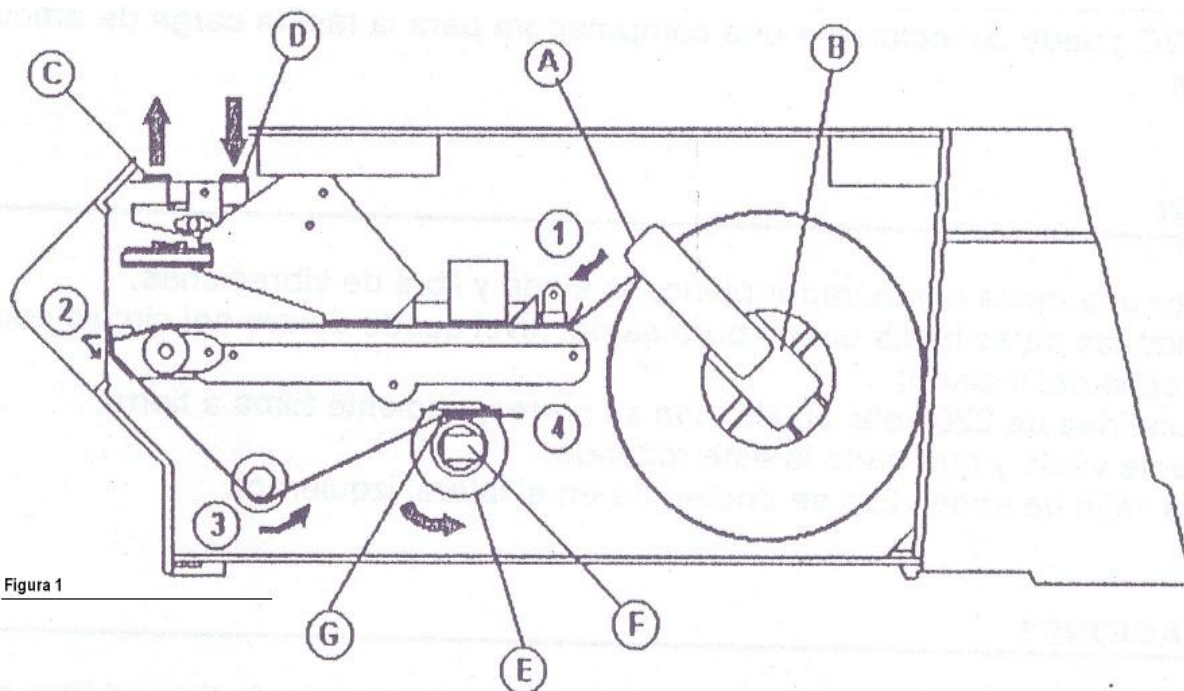

Figura 1
1. Gire y luego tire hacia fuera la traba **A** de la figura 1 como se ve en la figura 2.